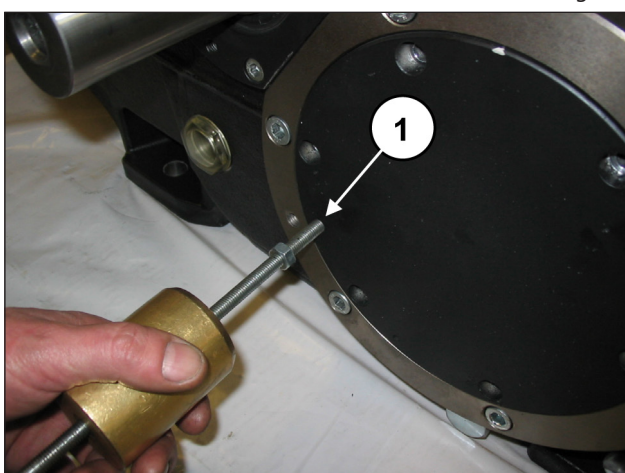

Fig. 12
Para facilitar el desmontaje, utilizar 2 tornillos prisioneros o tornillos M8 (pos. ①, Fig. 12) como extractores.